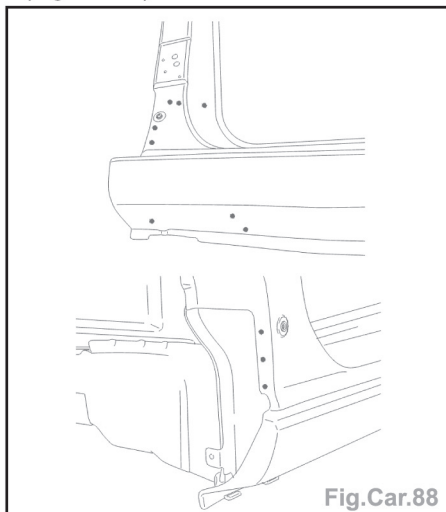

Fig.Car.88
- Souder par points bouchons au MIG (Fig.Car.88).